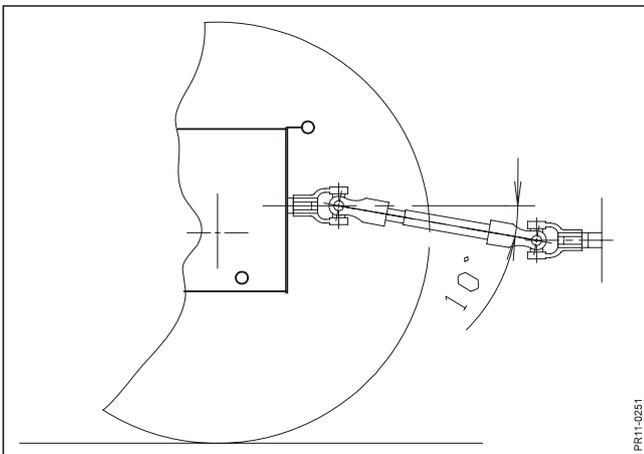

Fig. 2-5
- Fig. 2-5:** Die Arbeitswinkel der Gelenkwelle sind im Bereich  $-10^{\circ}$  bis  $+25^{\circ}$  zur Waagerechten.